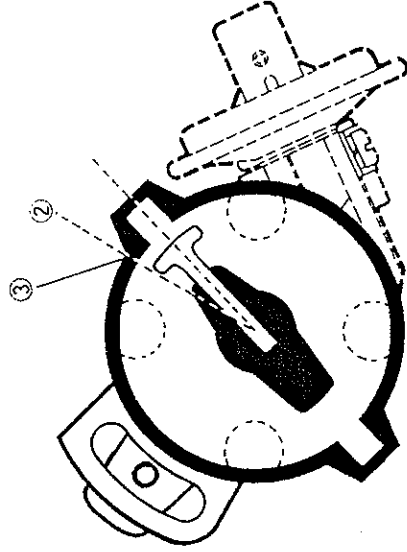

Fig. 3-145
El distribuidor queda correctamente montado únicamente cuando se instala en su alojamiento bajo una condición específica. Esta condición es la siguiente: gire el cigüeñal hasta situar el pistón a 10° A.P.M.S. (con el pistón N° 1 en la carrera de compresión), y sitúe el distribuidor en su alojamiento con la superficie terminal (2) del rotor del distribuidor alineada con la superficie del borde (3) de la caja del distribuidor, como se observa en la Fig. 3-145. Con el distribuidor correctamente instalado, según lo explicado anteriormente el "encendido" debe regularse como se especifica. Este reglaje debe efectuarse más tarde, cuando se efectúen los ajustes del sistema de encendido.